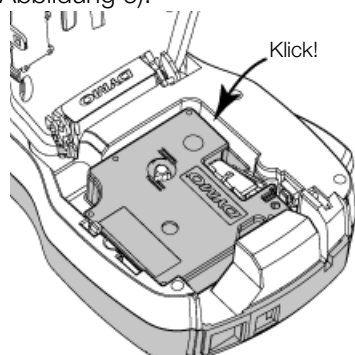

Abbildung 6
- 3 Legen Sie die Kassette ein, und drücken Sie vorsichtig dagegen, bis die Kassette einrastet (siehe Abbildung 6).